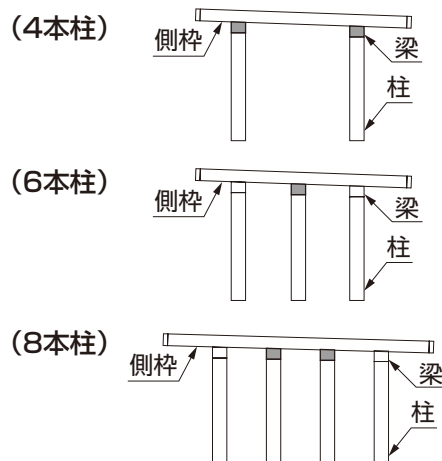

図4-10 側枠取付金具取付け位置
- ①図4-10の取付け位置の梁の水下側に側枠取付金具を仮当てし、取付用の下穴φ3.5をあけて【16-1】で取付けてください。